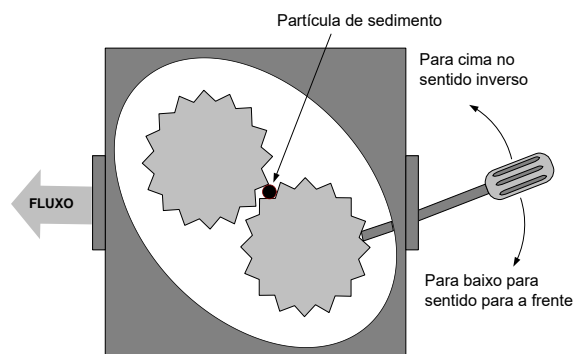

Figura 12
Uma bomba interrompida por detritos ou por gordura de fritura dura geralmente pode ser libertada ao mover manualmente as engrenagens com uma chave de fendas ou outro instrumento, conforme ilustrado na Figura 12. **Certifique-se de que a energia do motor da bomba está desligada antes de tentar este processo.**
3. Utilize uma chave de fendas para rodar manualmente as engrenagens (consulte a Figura 12).